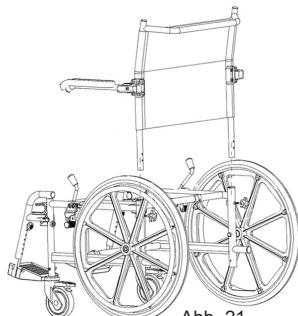

Abb. 21.
- Setzen Sie die Rückenlehne in die Löcher des Rollstuhlrahmens ein und befestigen Sie die Rückenlehne mit den beiden Befestigungsknöpfen (Abb. 21);